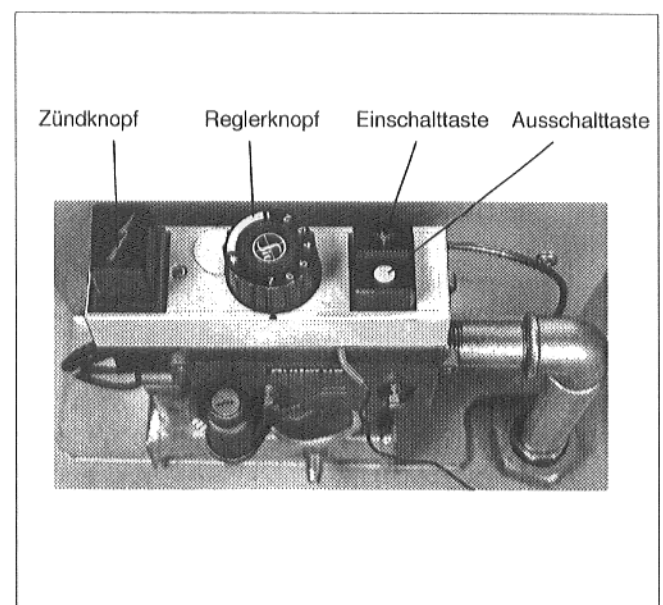

Abb.2: Armatur
- Reglerknopf auf ☆ stellen (Abb.2).
- Einschalttaste kräftig eindrücken, eingedrückt festhalten und den Zündknopf mehrmalig bis zum Brennen der Zündflamme niederdrücken. Einschalttaste noch etwa 10 Sekunden festhalten (Abb.2).
- Reglerknopf auf einen mittleren Wert einstellen (Abb.2). Erlischt dabei die Zündflamme, so ist die Inbetriebnahme, wie oben beschrieben, nach **2 Minuten** zu wiederholen.